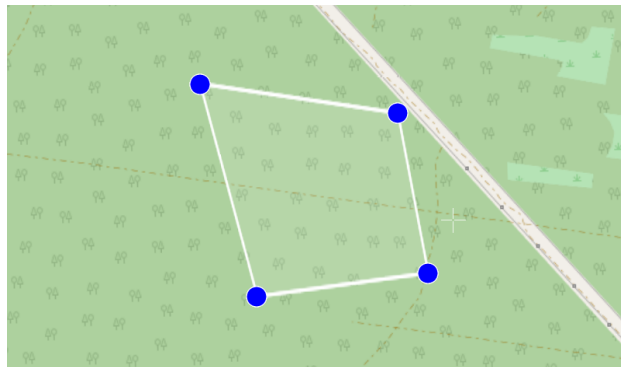

Рис. 31: Создание полигона KML
4. Создайте элемент KML, например, полигон (рис. 31).